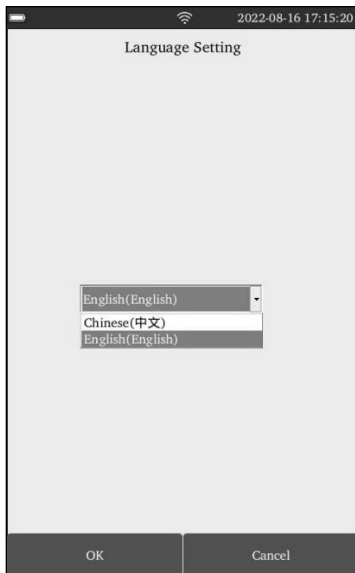

Fig 10
- 2) Toque em "**Language**" para selecionar a linguagem correspondente, toque em "**OK**" para mudar a linguagem do sistema. (Ref Fig 10)